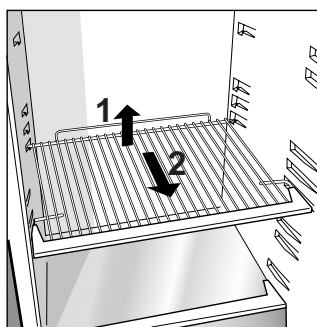

Bild. 1
- Kylen är utrustad med praktiska utdragbara hyllor (Bild. 1) som kan placeras på vilken höjd som helst tack vare spåren i kylenhetens skåpväggar. Man kan även placera på hyllorna stora behållare och varor som tar stor plats.